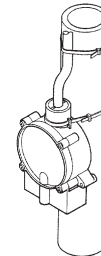

Figure 3
3. For universal installation, refer to Figure 3. The RS-5LL can be attached to a pipe with the cable ties provided. Slots are provided at the upper collar of the switch housing to enable you to secure the switch to piping. Use one cable tie to attach the switch to the pipe through the slots on the collar. The other cable tie should be used to secure the power cord to the piping approximately 3 inches above the switch collar as shown in Figure 3.
3. Pour une installation universelle, consulter la Figure 3. Le RS-5LL peut, à l'aide des attaches de câble fournies, se fixer à un tuyau. Le haut du boîtier de l'interrupteur est muni de rainures afin de pouvoir fixer ce dernier à la tuyauterie. Utiliser une attache de câble pour fixer l'interrupteur au tuyau, par les rainures sur le collet. L'autre attache peut servir à fixer le cordon d'alimentation au tuyau, à environ 3 pouces au-dessus du collet, tel qu'indiqué à la Figure 3.
1. El interruptor RS-5LL se suministra con una clavija/receptáculo de tres puntas incorporada en el cable y debe usarse con bombas que tienen clavijas de tres puntas (ver la Fig. 3). El tercer diente es para ponerla a tierra, con el fin de evitar el riesgo de posibles choques eléctricos. No quite el tercer diente del enchufe. Se recomienda un circuito de ramal independiente. Para reducir el riesgo de choque eléctrico, cerciórese de que se encuentre conectada a un receptáculo del tipo a ras de tierra, debidamente puesto en tierra.